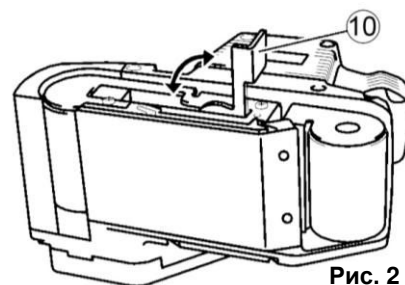

Рис. 2
- Поднимите рычаг натяжителя ленты (10)(См. Рис.2) вверх, чтобы извлечь его из фиксирующих пазов.
- Зафиксируйте бумагу, вернув рычаг держателя бумаги (10) на место.